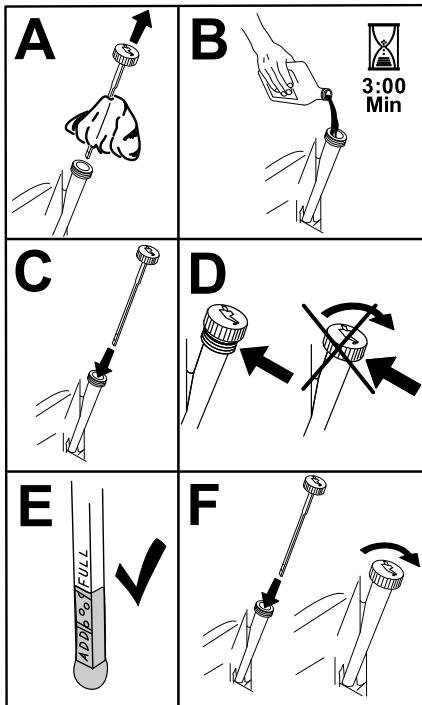

Bild 18
- Gießen Sie langsam ungefähr 80 % der angegebenen Ölsorte in den Einfüllstutzen und füllen Sie dann vorsichtig mehr Öl ein, um den Ölstand an die **Voll**-Markierung zu bringen (Bild 18).
3. Füllen Sie das Kurbelgehäuse mit der richtigen Ölsorte (Bild 18).